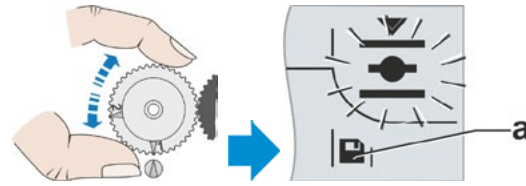

Fig. 8: Drej centralhjulet, indtil Gem-symbolet (a) vises
10. Kun ved signalgear: Drej centralhjulet langsomt i samme retning, som det drejede ved kørsel mod yderstillingen (se "Vigtigt" i betjeningstrin 9), indtil Gem-symbolet vises (fig. 8, pos. a). Hvis centralhjulet allerede er på anslaget, drejes i den anden retning.